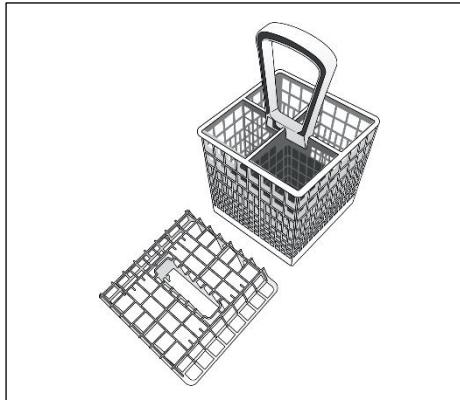

Abb. 5
• AQUAPROTECT - WASSERSCHLAUCH MIT SCHUTZVORRICHTUNG (Abb. 5):
- Stellen Sie das Besteck mit den Griffen nach unten in den dafür vorgesehenen Plastikbehälter, der dann in den unteren Geschirrkorb gestellt wird (Abb. 5). Achten Sie darauf, dass das Besteck die Rotation der Sprüharme nicht hindert.
Der obere Teil des Besteckkorbes kann entfernt werden, um eine flexible Nutzung zu ermöglichen (Abb. 5).